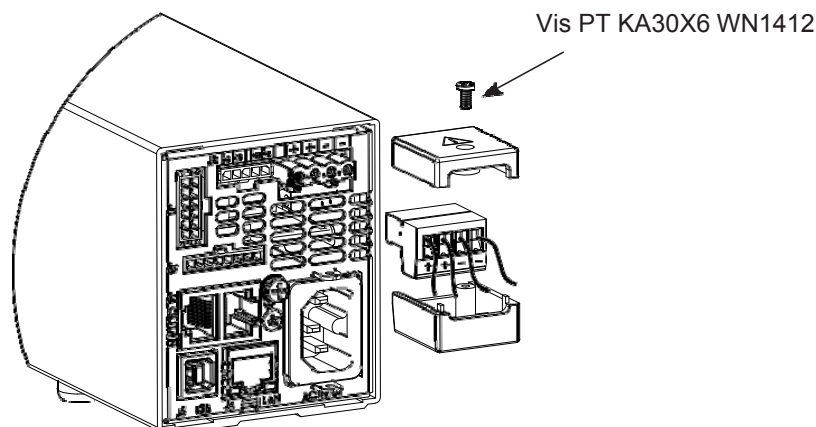

Fig. 3-5: Assemblage du blindage
4. Assemblez le blindage sur le bornier et vissez fermement pour solidifier l'ensemble (voir Fig.3-5).
Assurez-vous que le couvercle de protection de sortie soit présent et correctement installé, puis que celui-ci soit fixé par les vis de type PT comme illustré en Fig. 3.5
Bei Einsatz einer Stromversorgung größer 60VDC Nennspannung besteht eine potentielle Gesundheitsgefahr durch elektrischen Schlag. Schalten Sie keine Stromversorgung mit einer Ausgangsspannung größer 60VDC EIN, ohne dass die Schutzabdeckung des Ausgangssteckers montiert ist. Stellen Sie sicher, dass die Schutzabdeckung des Ausgangssteckers fachgerecht montiert wurde und wie in Bild 3.5. dargestellt mit 2 PT-Typ Schrauben gesichert ist.